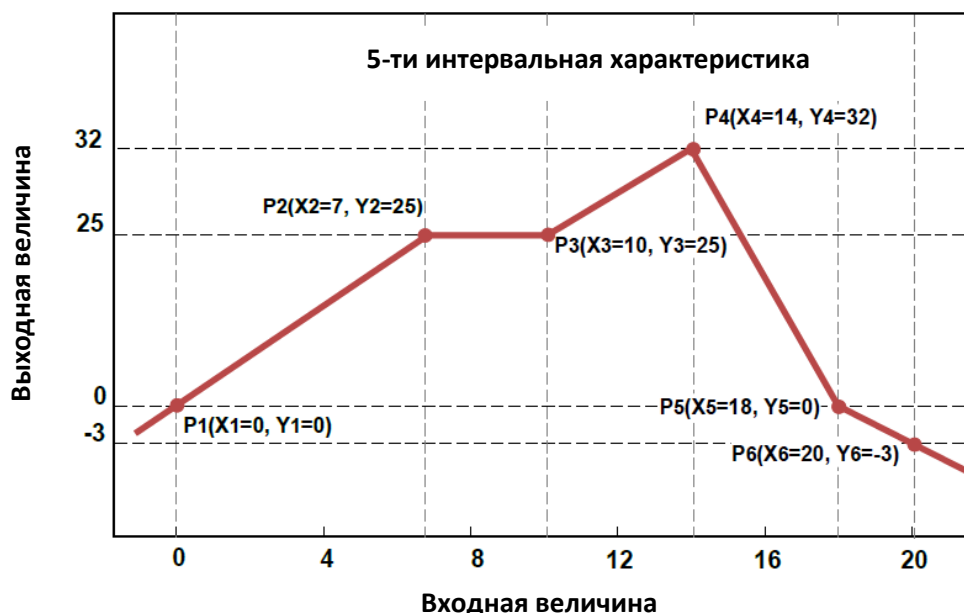

Рисунок 2.51 – Пример пользовательской характеристики
**2.17.2.3 «Масштабирование: Настройка пользователя»** – определяется, как набор координат X и Y. Количество точек является переменным и может составлять от 2 до 20 для того, чтобы описать график произвольной функции через совокупность линейных участков (см. рисунок 2.51).